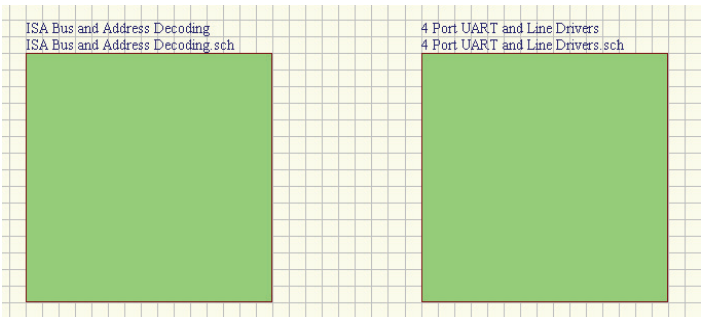

图 3-12 绘制完所有的方块电路
4) 绘制完一个方块电路后，仍处于放置方块电路的命令状态下，用户可以用同样的方法放置其他的方块电路，并设置相应的方块电路文字属性，结果如图 3-12 所示。